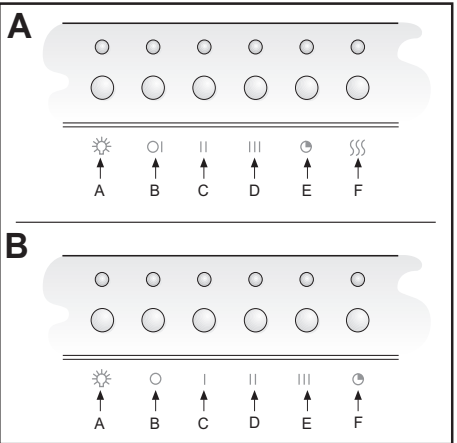
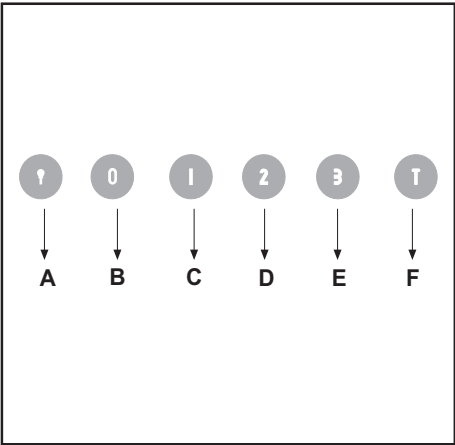

Fig.19
Fig.20
• **COMMANDES: ÉLECTRONIQUES** (Fig. 19 A):
• **COMMANDES:** (Fig.20) **Lumineux** - (Fig. 19 B) **ÉLECTRONIQUES** le symbole sont le suivant: